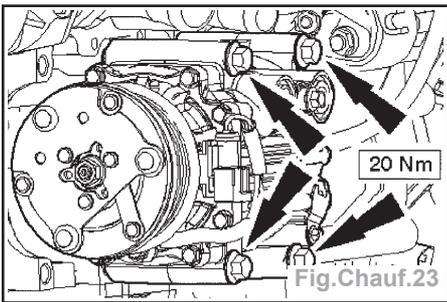

Fig.Chauf.23
- Déposer le compresseur de climatisation (Fig.Chauf.23).